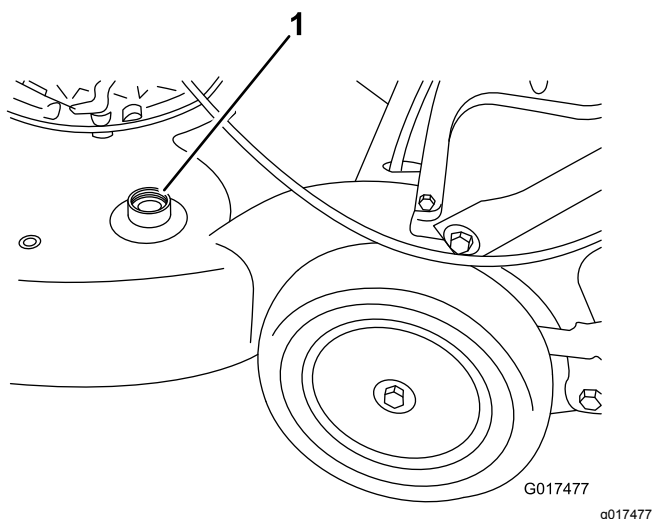

Figura 40
3. Conecte una manguera de jardín que esté conectada a un grifo al orificio de lavado (Figura 40).